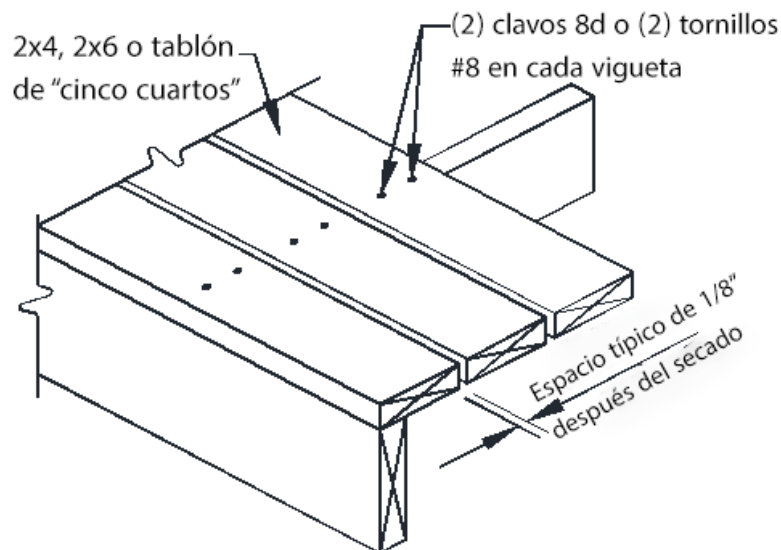

FIGURA 1: ENTABLADO TÍPICO
- El entablado de madera se adjuntará por FIGURA 1. Si se instala mojado, coloque el entablado sin espacio para que después del secado se cree un espacio de $\frac{1}{8}$ de pulgada. Se permite el uso de sujetadores ocultos y dispositivos de fijación similares solo si se instalan refuerzos adicionales debajo de las viguetas; consulte la página siguiente.